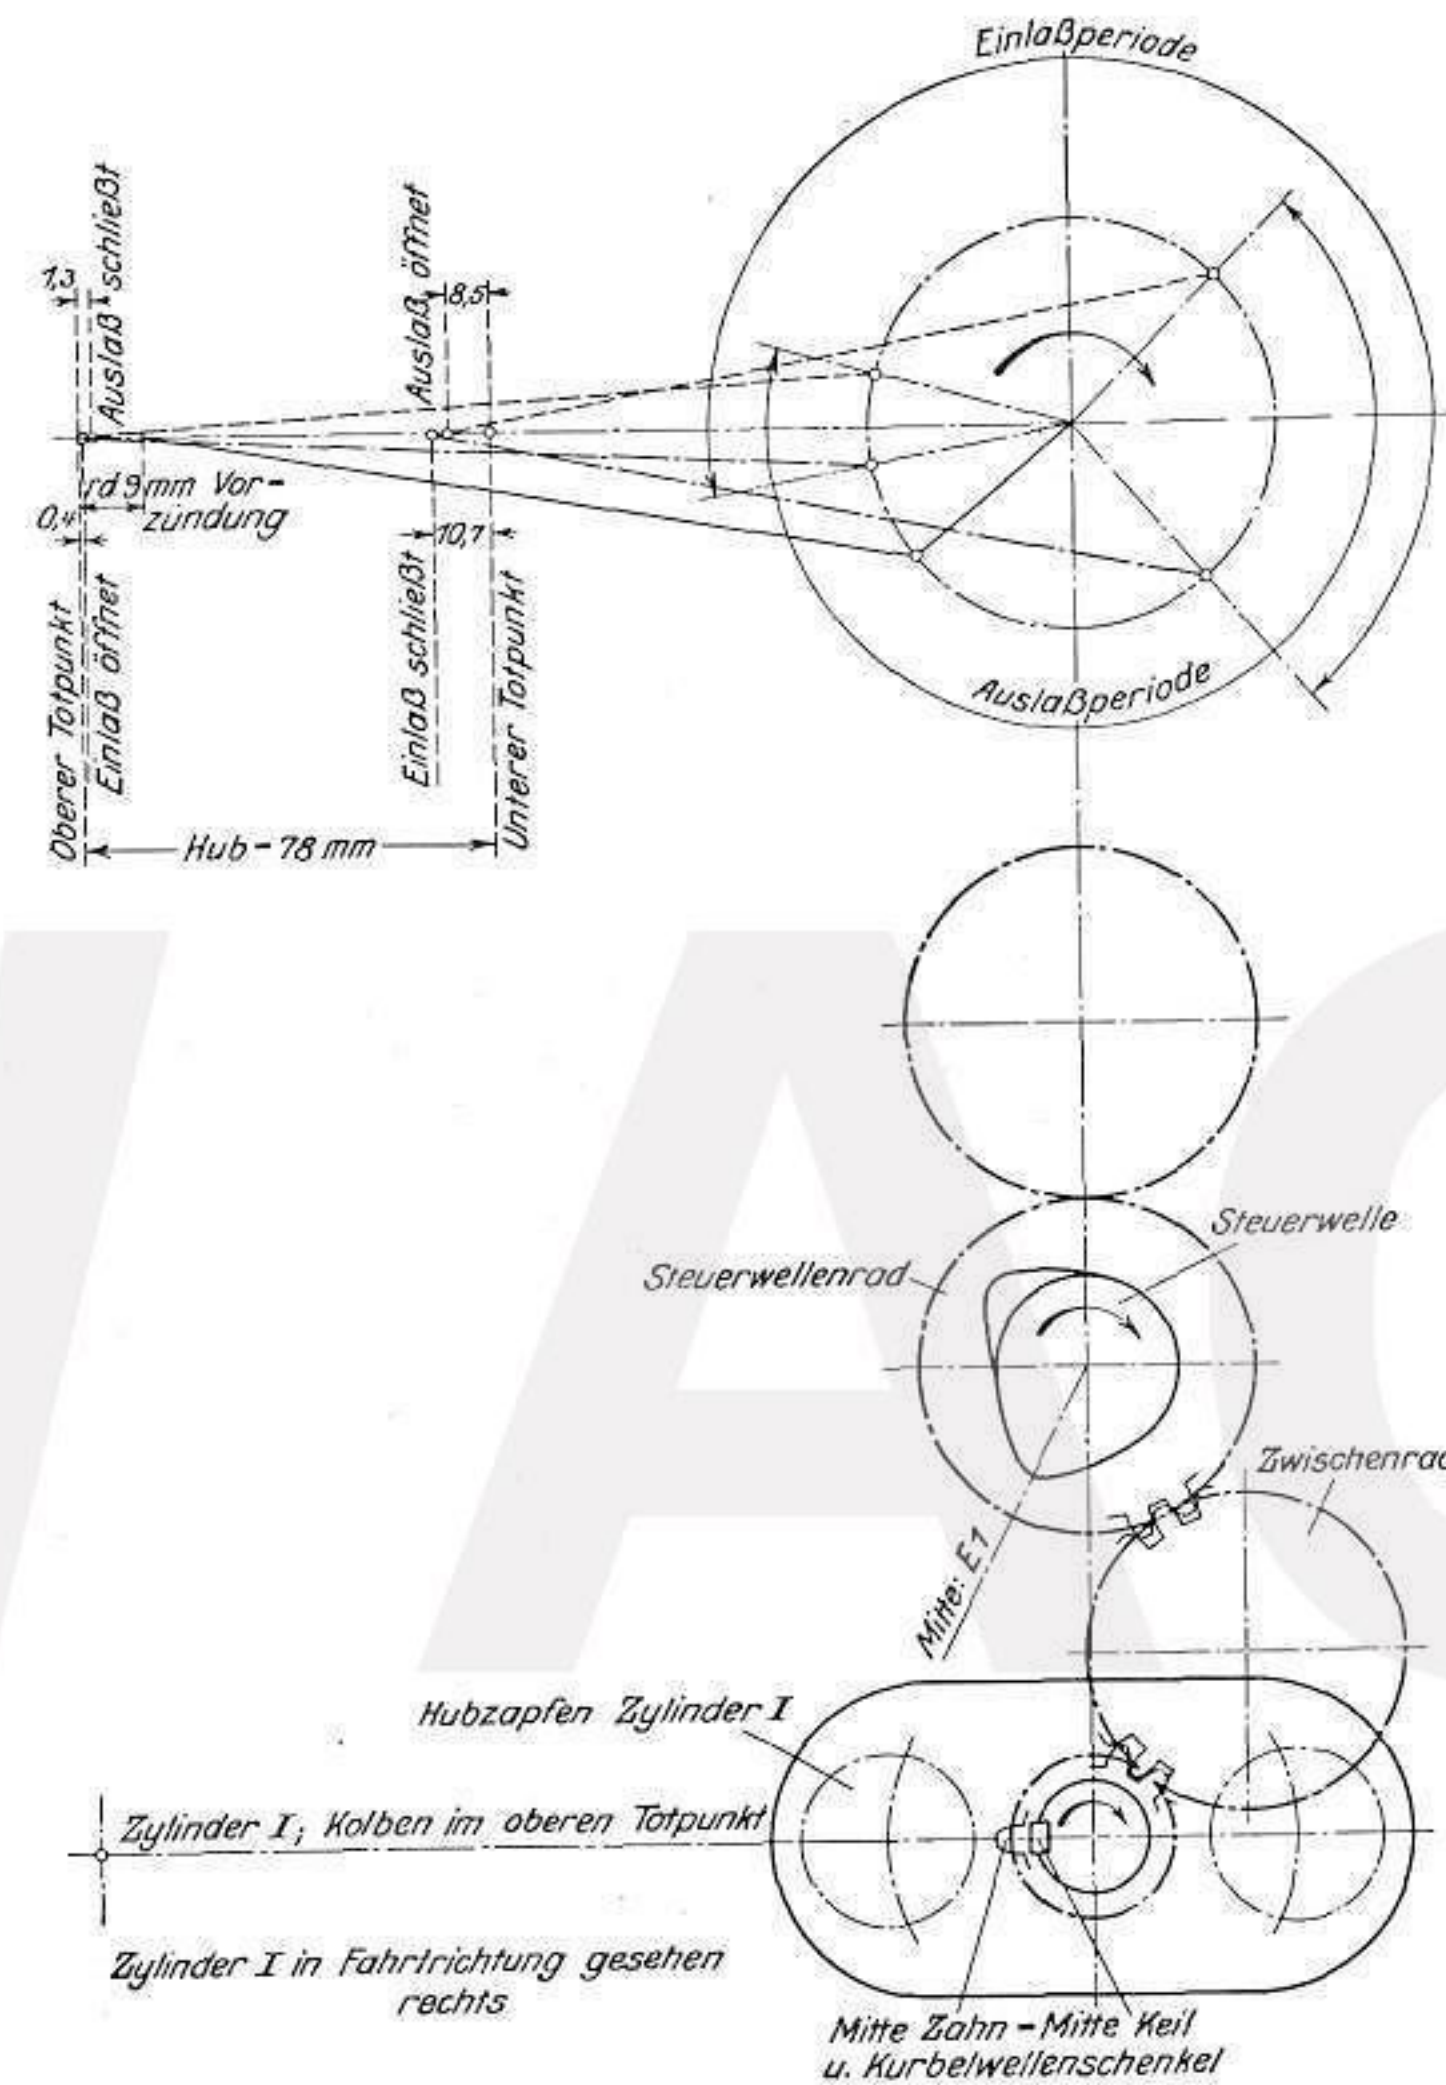
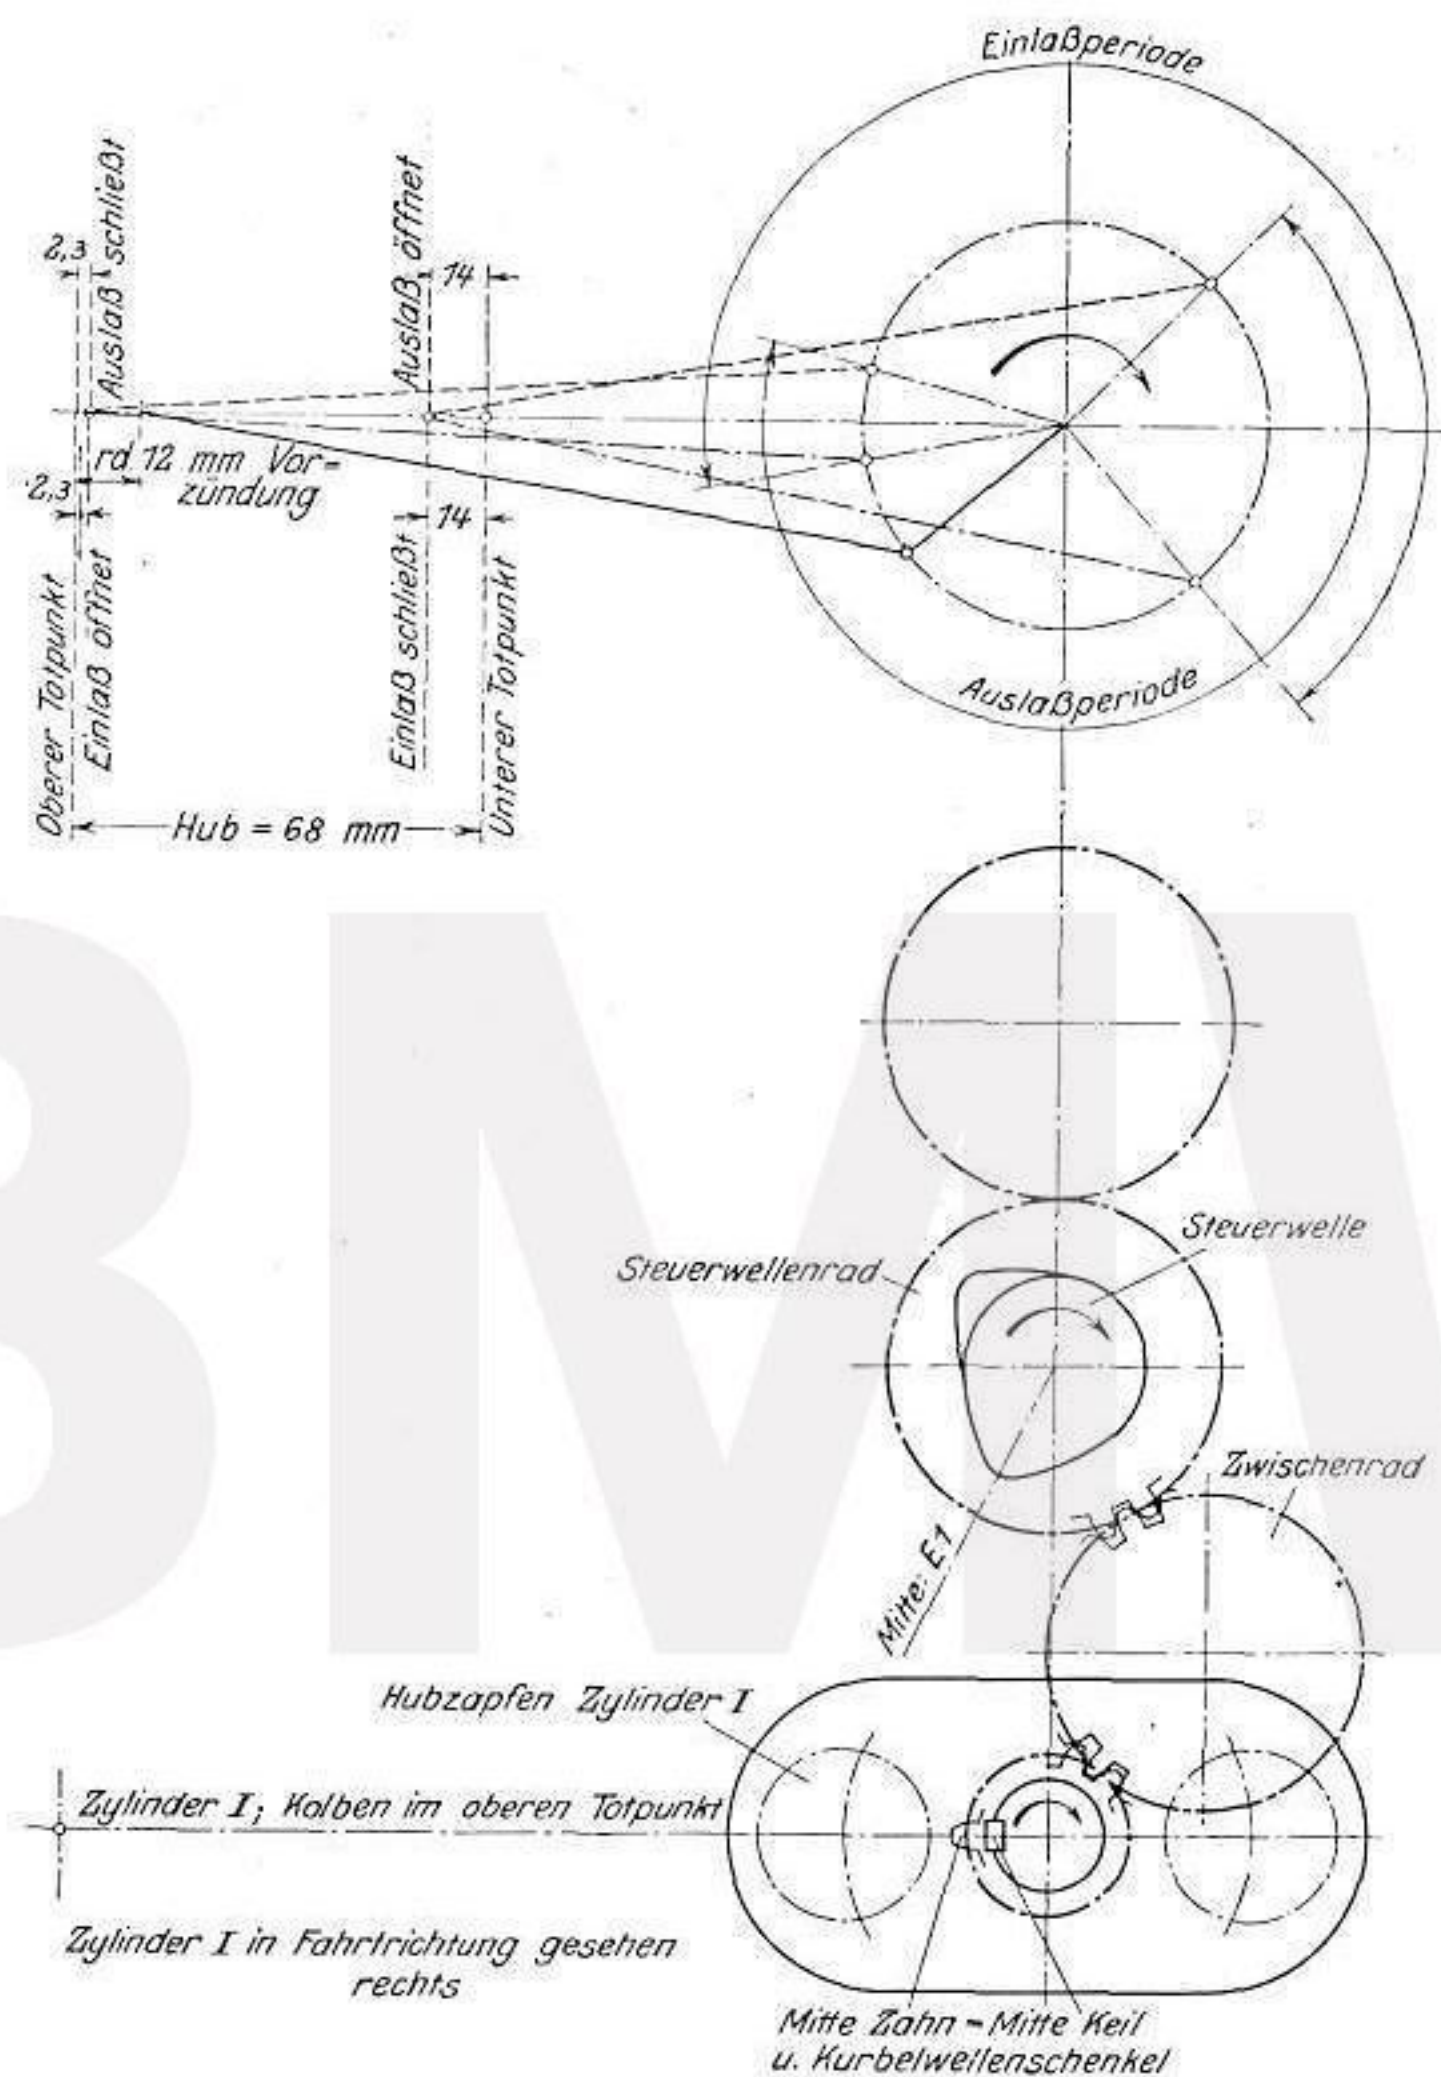

Abb. 26
Abb. 27
e) **Kurbelwelle:** Hat sich aus irgend einem Grunde das Herausnehmen der Kurbelwelle als erforderlich erwiesen, so versäume man bei dieser Gelegenheit niemals, die Ölkammern in den Zapfen gut von etwa angesammeltem Schmutz zu reinigen. Bei der jährlichen Motorüberholung hat diese Reinigung unter allen Umständen zu erfolgen. Beim Wiedereinsetzen ist darauf zu achten, daß die Rollenlagerbüchsen **B 20** und **B 21** in den Oldüsen **K 24a** der Steigrohre **K 23** fixiert werden, da sonst die Schmierung der Lager ausbleibt. (Abb. 12). Die Einstellung ist nach den Diagrammen der Abb. 26 für die **Tourenmaschine** und der Abb. 27 für die **Sportmaschine** vorzunehmen ohne Berücksichtigung der Markierungen des Zwischenrades und des Stirnrades der Steuerwelle. Diese Einstellung hat zu erfolgen, wenn sich die Kolben in der äußeren Totpunktstellung befinden.
Tourenmaschine: Nach Abnahme des rechten Zylinderdeckels stellt man die Kurbelwelle auf den oberen Totpunkt. Hierauf dreht man die Kurbelwelle solange zurück (in Fahrtrichtung gesehen rechts herum, im Sinne des Uhrzeigers) bis der Kolben vom Totpunkt einen Weg von 9 bis 12 mm zurückgelegt hat. Hierauf setzt man den Magnetzünder ein; dadurch wird je nach Zahneingriff eine Vorzündung von 9 bis 12 mm erreicht werden. Ist der Eingriff in diesen Grenzen nicht herzustellen, so muß auf der Magnetwelle ein versetzter Keil angebracht werden (s. Einstelldiagramm Abb. 26).
Sportmaschine: Nach Abnahme des rechten Zylinderkopfes stellt man die Kurbelwelle auf den oberen Totpunkt. Hierauf dreht man die Kurbelwelle solange zurück (in Fahrtrichtung gesehen rechts herum, im Sinne des Uhrzeigers), bis der Kolben vom Totpunkt einen Weg von 12 bis 15 mm zurückgelegt hat. Hierauf setzt man den Magnetzünder ein, dadurch wird je nach Zahneingriff eine Vorzündung von 12 bis 15 mm erreicht werden. Ist der Eingriff in diesen Grenzen nicht herzustellen, so muß auf der Magnetwelle ein versetzter Keil angebracht werden. (S. Einstelldiagramm Abb. 27).